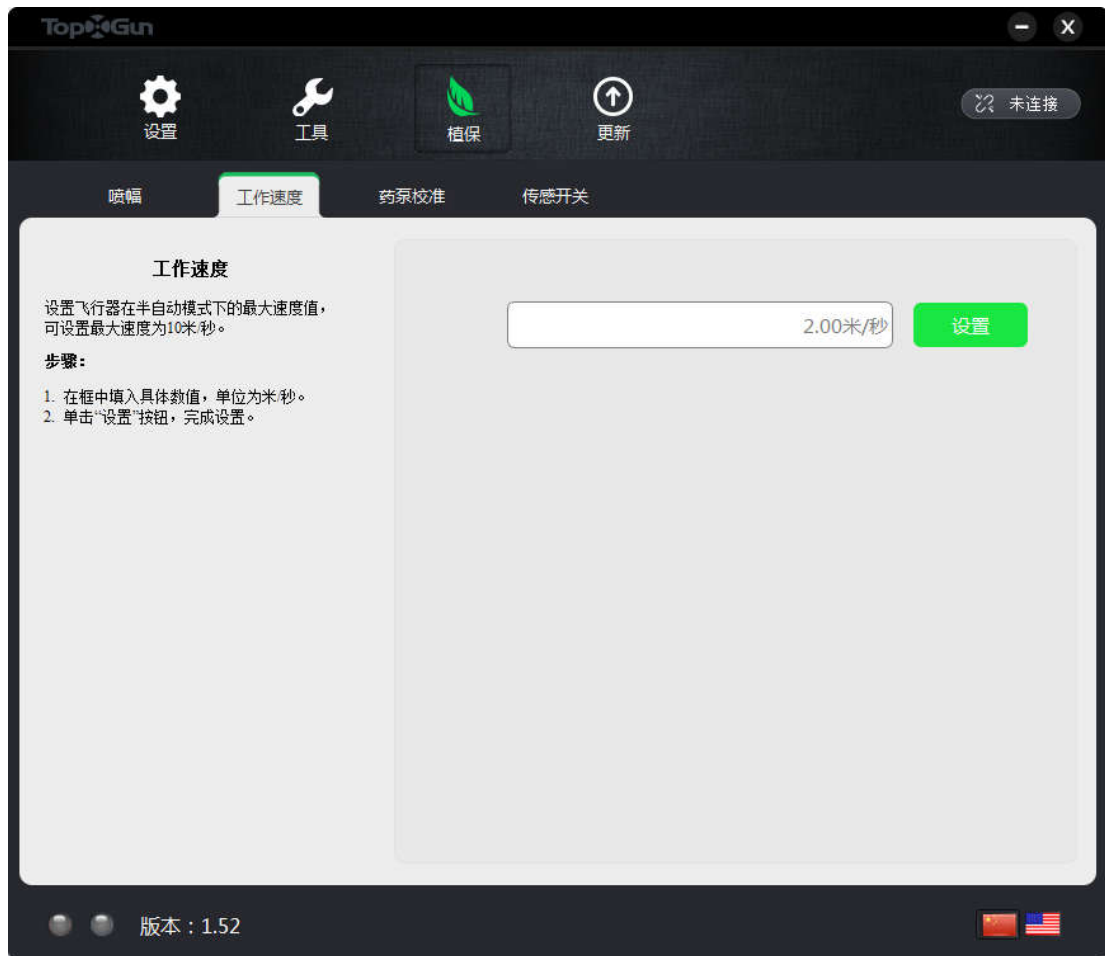

图 1-12 工作速度设定
3、选择“工作速度”页签，设置飞行器在 GPS 模式、半自动作业模式以及 AB 点模式下的最大速度值，如图 1-12 所示。